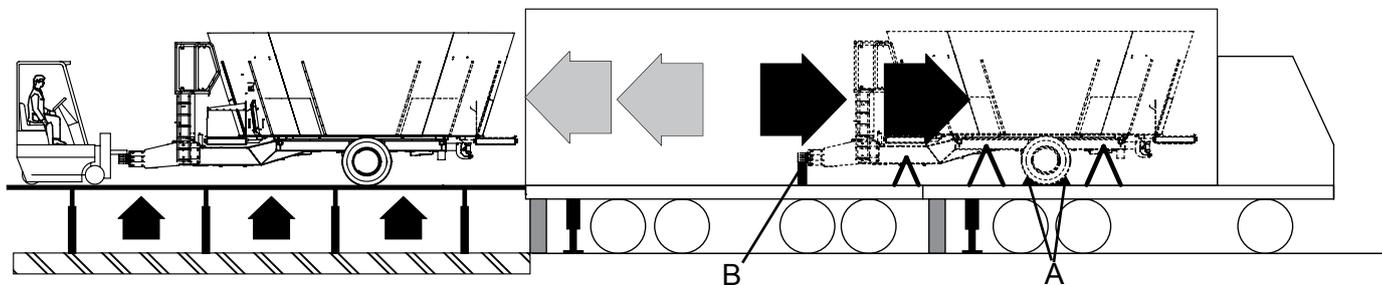

fig.1
Pedana orizzontale (fig.1).
Portare la macchina agganciata ad un carrello elevatore o trattore sopra il pianale di carico, alzare il pianale e portarlo in linea con il pianale del mezzo di trasporto (fig.1).
Spingere lentamente il carro all'interno del mezzo di trasporto (freccia nera fig.1) bloccare le ruote con cunei (A), posizionare uno zoccolo (B) sotto il timone e fissare la macchina con 6 corde negli attacchi prestabiliti e segnalati da adesivo.
Salire su un pianale elevatore con un carrello elevatore o trattore, portarsi paralleli al piano del mezzo di trasporto, togliere le 6 corde che fissano il carro e i cunei che bloccano le ruote, agganciare il carro al carrello o trattore e trainarlo sul pianale (freccia grigia fig.1).